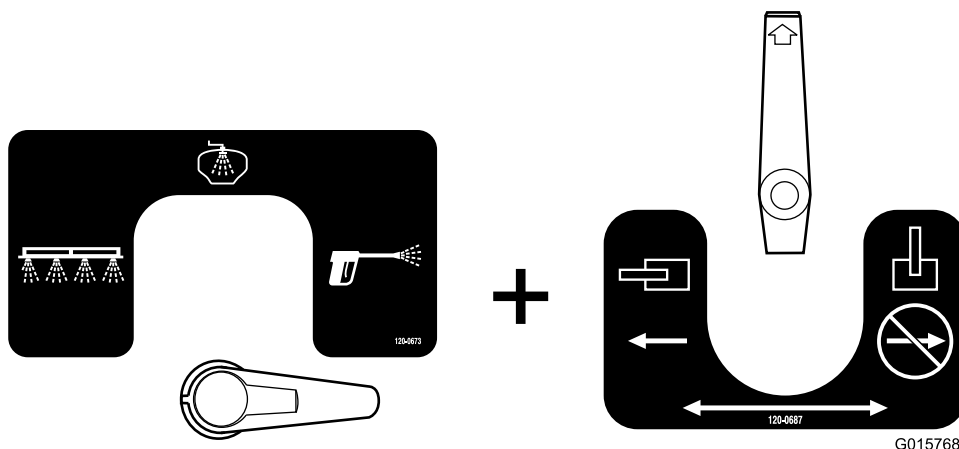

Bild 35
- Dies ist die Spritzpistolenkonfiguration (Bild 35). Verwenden Sie diese Einstellung, um Spülwasser mit der Handspritzpistole zu verspritzen.